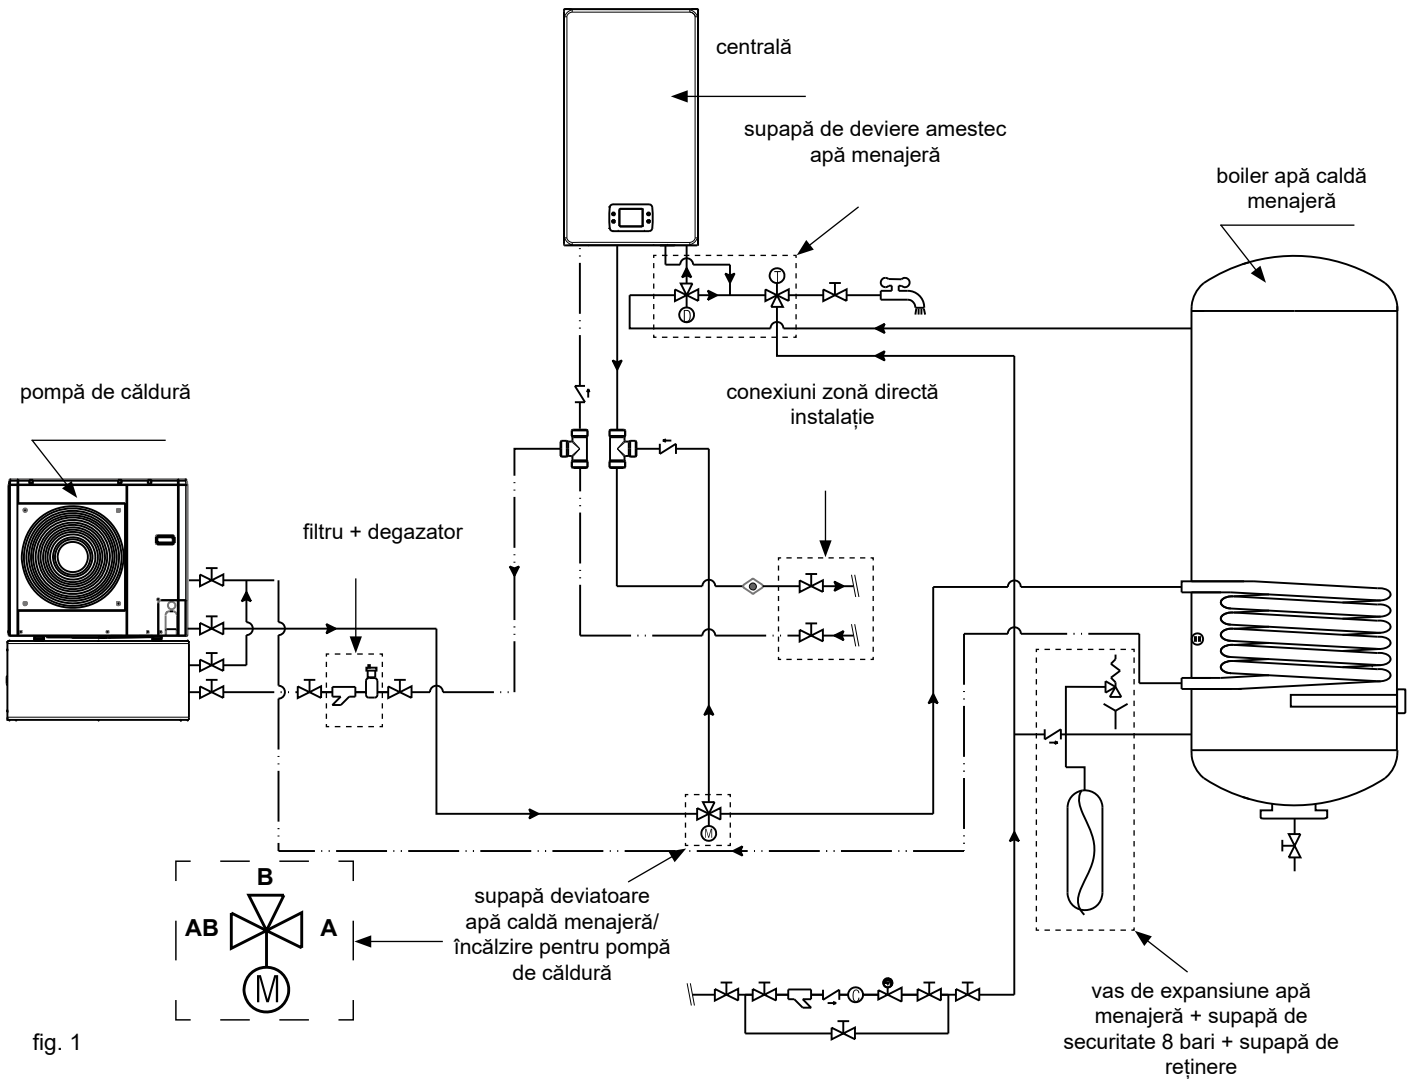

fig. 1
- Poziționați valva de deviere așa cum este indicat în diagrama hidraulică (fig. 1).